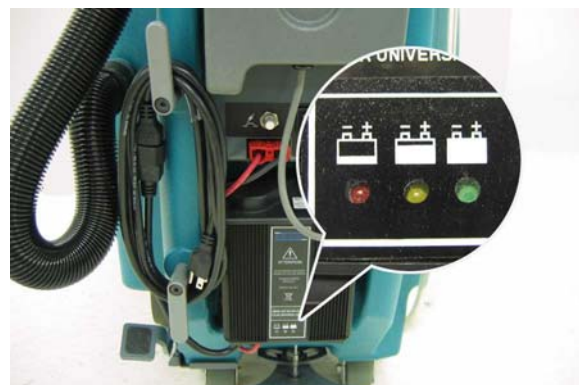

図 33
6. 充電サイクルが開始すると、インジケータライトは赤、黄、緑と変化します(図 33)。緑のインジケータライトが点灯すると、充電サイクルが完了します。充電器のコードを外してください。